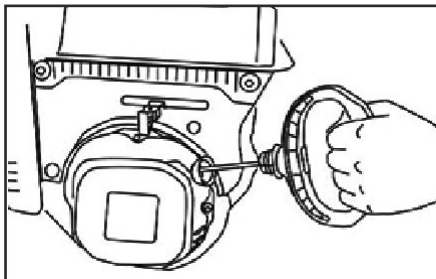

Рис.22 Запуск ручным стартером
- Откройте топливный кран, переместив рычаг топливного крана в рабочее положение (ON).
- Переведите рычаг газа (Рис. 22) на 1/3 хода в сторону положения максимальных оборотов двигателя (обозначение зайца на наклейке - максимальные обороты, черепахи - холостые обороты).